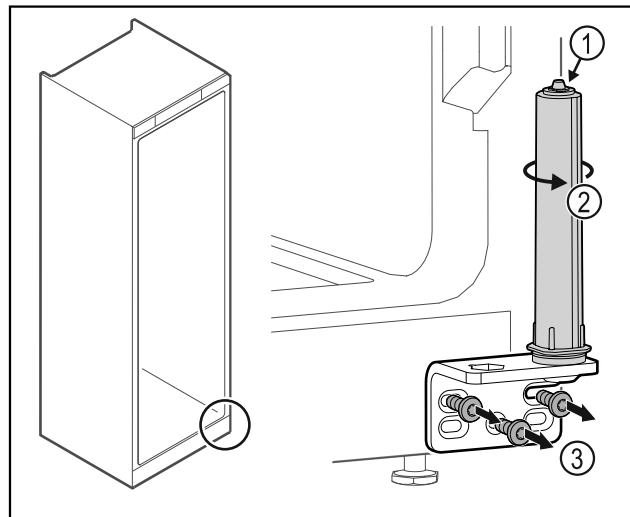

Fig. 39
- Ne pas désassembler le système de fermeture de la porte Fig. 39 (1).
- Tourner le système de fermeture Fig. 39 (2) jusqu'à entendre un clic.
- Dévisser l'équerre de la charnière Fig. 39 (3).